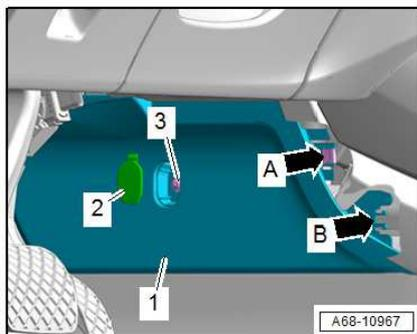

Bild 3
8. Zierblende: die Schraube unter dem Gummi hinten links ausklipsen (Bild 3, Punkt 3)